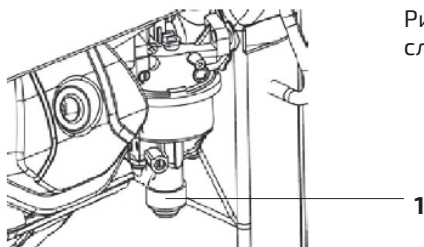

Рис. 16. Процедура слива топлива
2. Снять крышку топливного бака и сливную пробку (1) (рис. 16) с бака карбюратора и слить топливо в подходящую емкость.